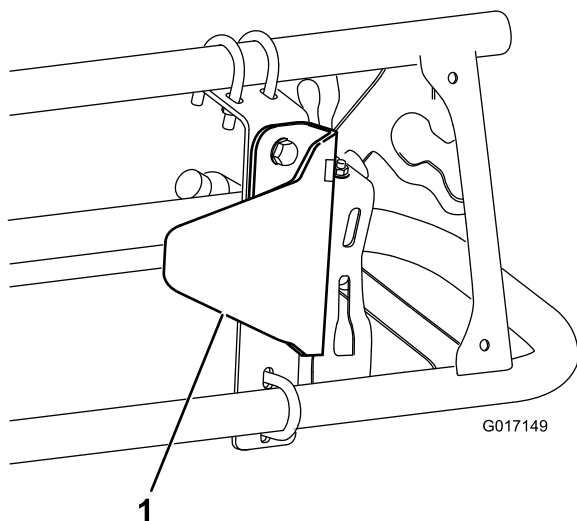

Figura 16
1. Suporte de montagem (2) 2. Porcas de bloqueio (1/4 pol.) (12)
2. Instale o suporte da proteção do sensor no suporte de montagem com dois parafusos (5/16 pol. x 3/4 pol.) e duas porcas flangeadas (5/16 pol.). como é mostrado em Figura 16.